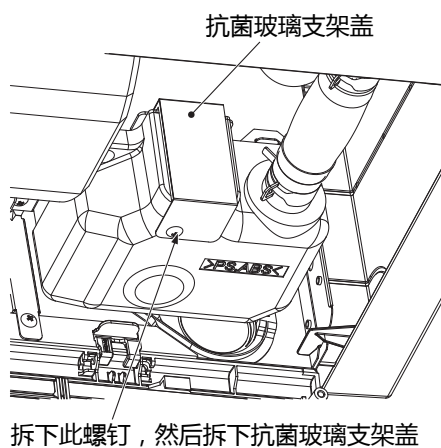

图 1
- 2 抗菌玻璃支架盖有一个挂钩，拆下时将盖子抬起。（参见图 1 和图 2）